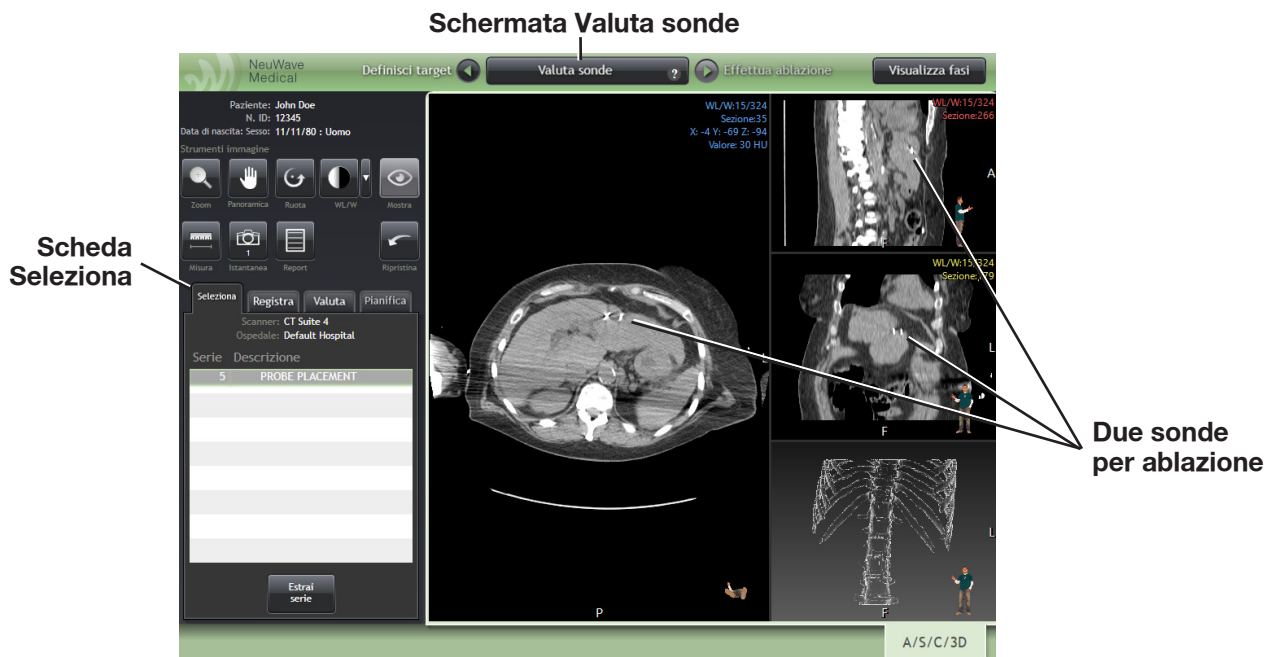

Figura 3-28: Localizzazione delle sonde per ablazione. Schermata intera della fase Valuta sonde nella scheda Selezione per verificare la posizione della sonda.
4. Controllare le sezioni dell'immagine per assicurarsi che le sonde siano posizionate correttamente rispetto alle aree target. Con l'ausilio della rotellina del mouse, scorrere le sezioni nelle proiezioni 2D e 3D e localizzare i target e le sonde (Figura 3-28).